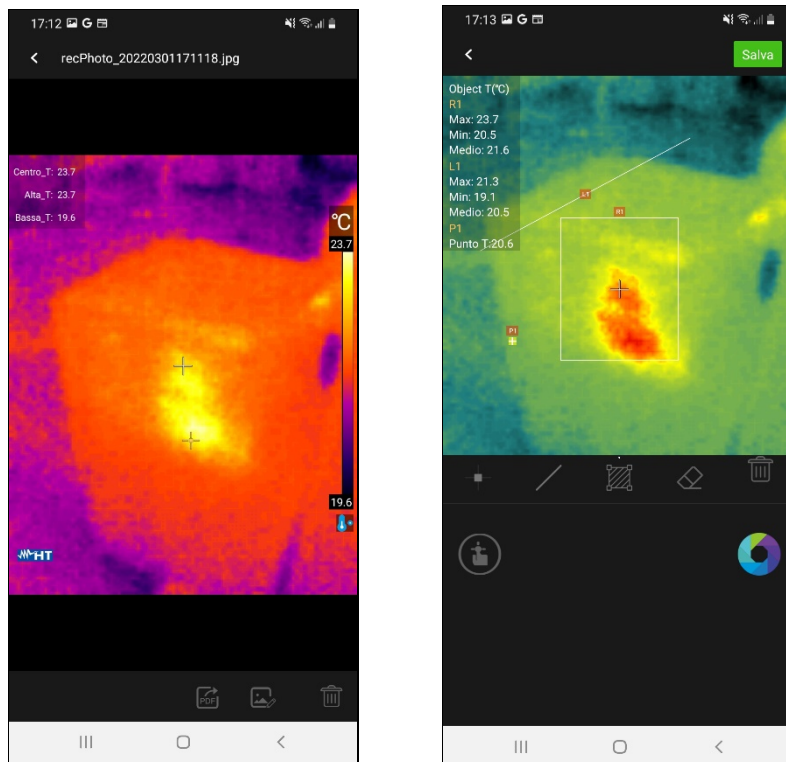

Fig. 11: Modifier les images enregistrées
1. Entrez dans la Galerie et sélectionnez l'image souhaitée (voir § 5.7) comme indiqué sur la Fig. 11- côté gauche
3. Toucher l'icône  pour changer la palette de couleurs (voir § 5.6) et l'icône  pour ouvrir l'outil d'analyse avancée (voir Fig. 11- partie droite)
4. Insérez d'éventuels objets sur l'image (voir § 1) et touchez l'icône "Save" en haut à droite de l'écran (voir Fig. 11- côté droit)
1. Entrez dans la Galerie et sélectionnez l'image souhaitée (voir § 5.7) comme indiqué sur la Fig. 11- côté droit